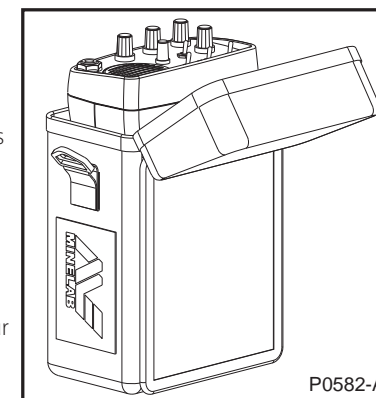

Figure 7 - Montage du boîtier de contrôle dans la sacoche "Hipmount"
b) Placez le boîtier de contrôle dans la sacoche "Hipmount" avec la face avant comportant les boutons de réglages, visible, vers vous (voir figure 7).